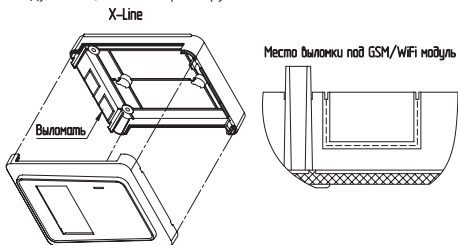

Рис.1 Подключение модуля GSM/WiFi к платам управления котлов X-Line
4. Выломать соответствующую заглушку (см.Рис.1) на нижней части контроллера;
5. Установить SIM-карту (Рис.1, поз.4) в модуль GSM/WiFi до упора, как показано на Рис.1 и на наклейке модуля GSM/WiFi;
6. Подключить плату управления модуля GSM/WiFi (Рис.1, поз.2) к контроллеру X-Line при помощи кабеля (Рис.1, поз.5) к разъёму X3 контроллера как показано на Рис.1;
7. Подключить антенну (Рис.1, поз.3) в соответствующий разъём (Рис.1, поз.7);
8. Установить модуль GSM/WiFi (Рис.1, поз.2) на контроллер в соответствии с Рис.1, зафиксировав его крепежами (Рис.1, поз.6);